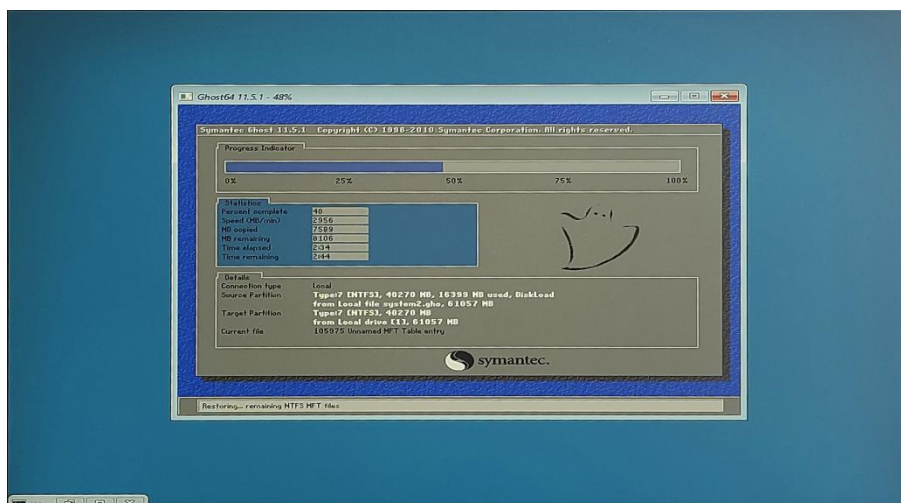

图 6 系统还原界面
(4) 系统将会重启，同时开始自动还原系统，进入到系统还原界面（如图 6 所示），还原结束后会自动重启系统。